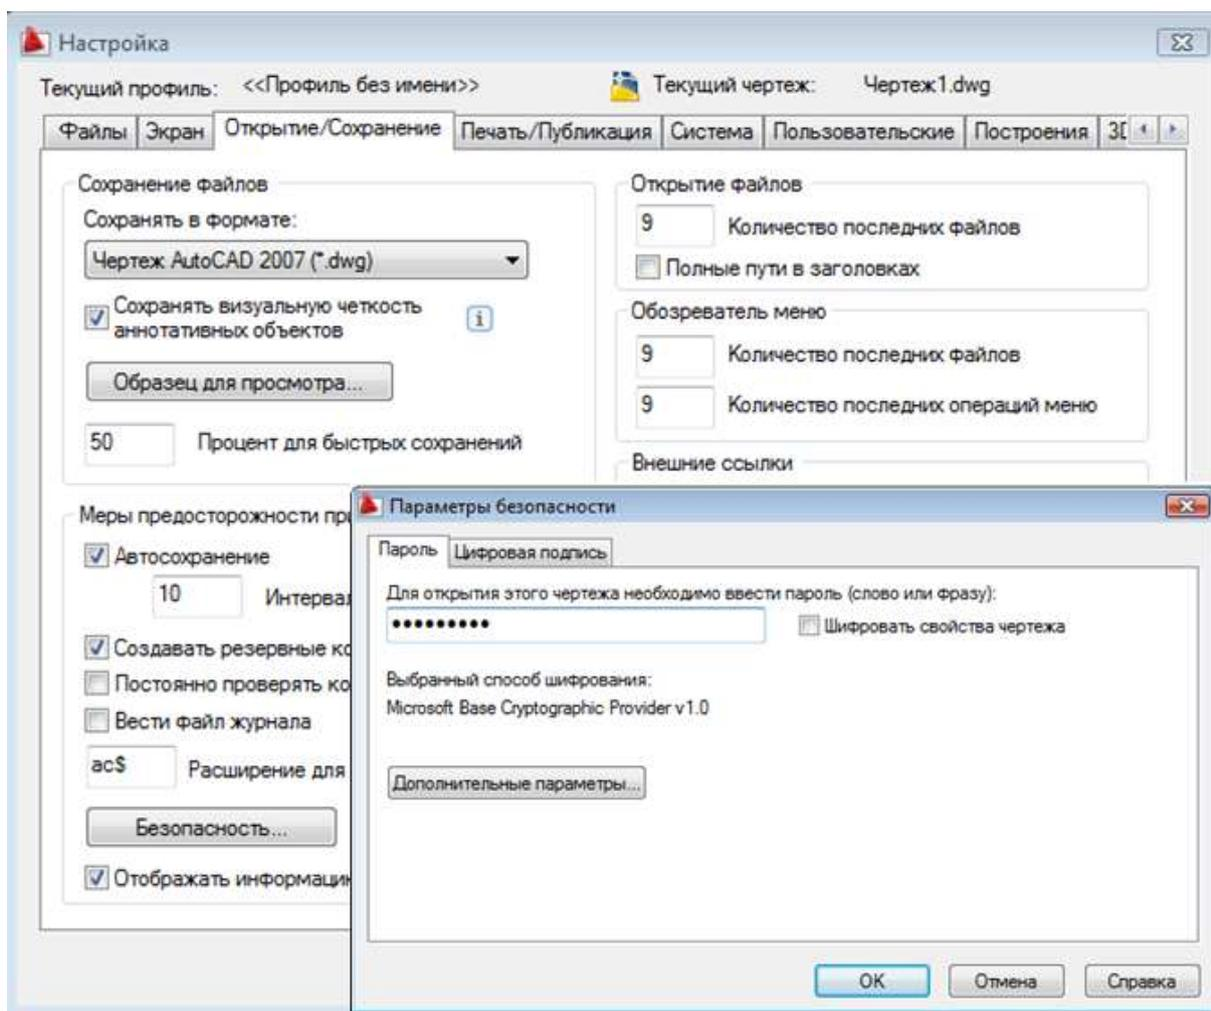

Рис. 1.15. Диалоговое окно Параметры безопасности (Security Options)
7. Защита файла паролем (рис. 1.15).
Открытие/ Сохранение (Open and Save) и щелкнуть кнопку «Параметры безопасности» («Security Options») (рис. 1.15).